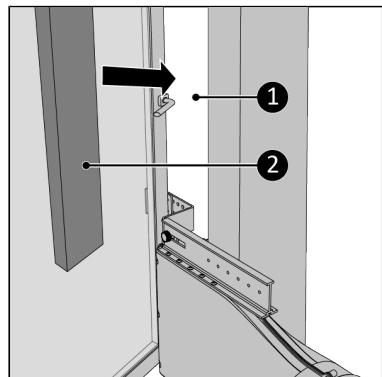

Figure 188.
17. Comblez les espaces vides (Figure 188, pos. 1) avec la mousse d'isolation fournie (Figure 188, pos. 2), découpez la mousse si nécessaire*.